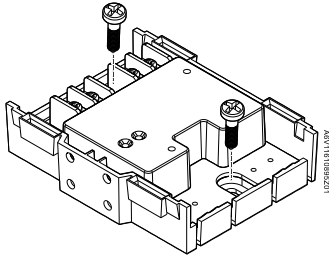

图2
- 安装在控制器或开关柜内部：直接安装在平整表面上（图 2）。
1. 将模块放置在平整的表面上（图 2）。